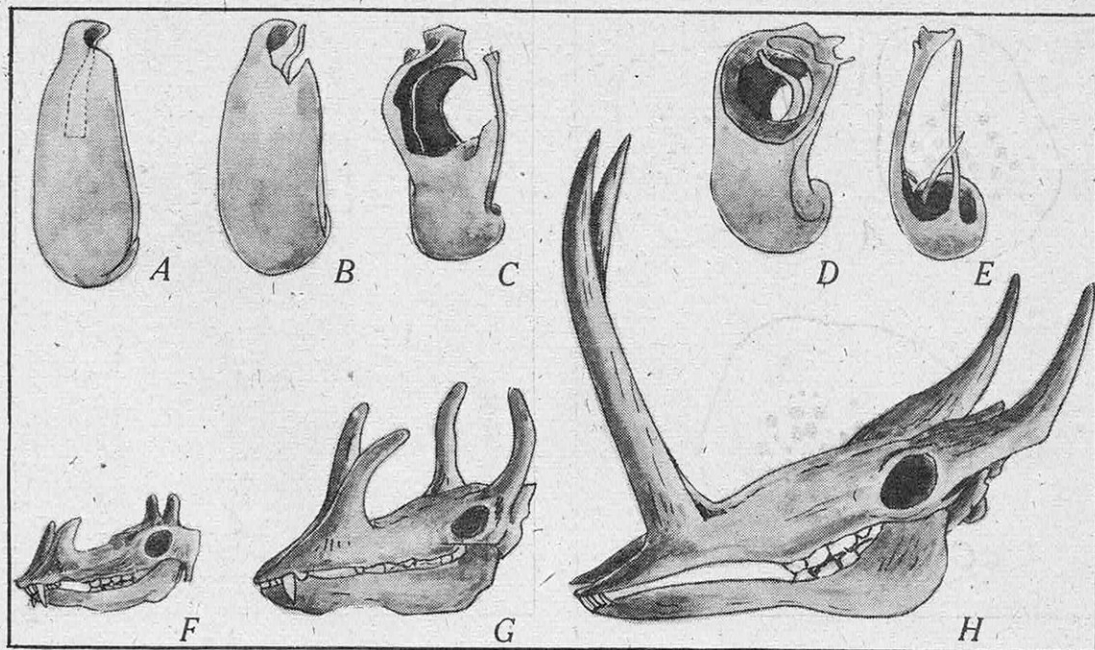
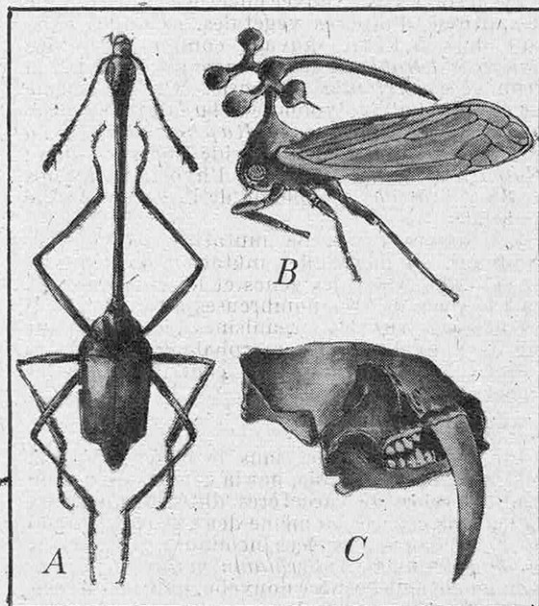

FIG. 12. — DEUX EXEMPLES FRAPPANTS D'ORTHOGÈNESE
FIG. 13. — QUAND L'ÉVOLUTION EST POUSSÉE À L'ABSURDE
Le mutationnisme, si séduisant par sa facilité à expliquer le maintien des nouveaux caractères, et basé de plus sur une foule d'observations et d'expériences, semble nous offrir un monde vivant se pulvérisant au petit bonheur. On lui reproche souvent, à juste titre, de négliger les possibilités d'hérédité cytoplasmique (1), de n'expliquer la spécification et l'évolution qu'à coups de monstruosité, et de bafouer ainsi l'indéniable harmonie des adaptations organiques. Les mutations n'expliquent ni l'apparition de nouveaux organes, en particulier les plus différenciés (œil, appareils lumineux, etc.), ni les coaptations, ni la différenciation et la complication progressives d'un organe dans un sens déterminé, toujours le même (*orthogenèse* (fig. 12), parfois jusqu'à l'absurde (*hypertélie*, fig. 13). Pourtant, il est possible de placer certains mutants en série orthogénétique. Par exemple, la mutation à feuilles de Fumeterre de la Chélidoine, à feuilles encore plus découpées que celles de la mutation à feuilles laciniées ; chez la *Drosophile*, la série : œil normal, œil bar, œil ultra-bar (réduction plus accusée du nombre des facettes), absence d'yeux. Que peuvent cependant de rares exemples de ce genre pour l'explication des étonnantes orthogénèses passées et présentes ?